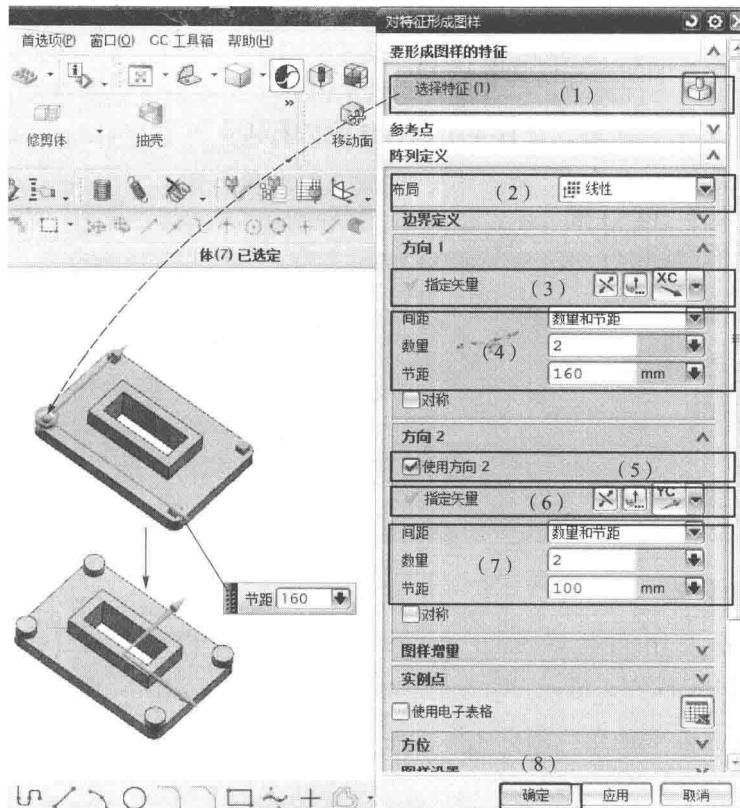

图 1-12 【对特征形成图样】对话框
(1) 依次单击【插入】—【关联复制】—【对特征形成图样】命令
④ 对特征形成图样(A)，弹出如图 1-12 所示的【对特征形成图样】对话框。在【要形成图样的特征】区域中，选择上一步创建的圆柱体为【选择特征】；